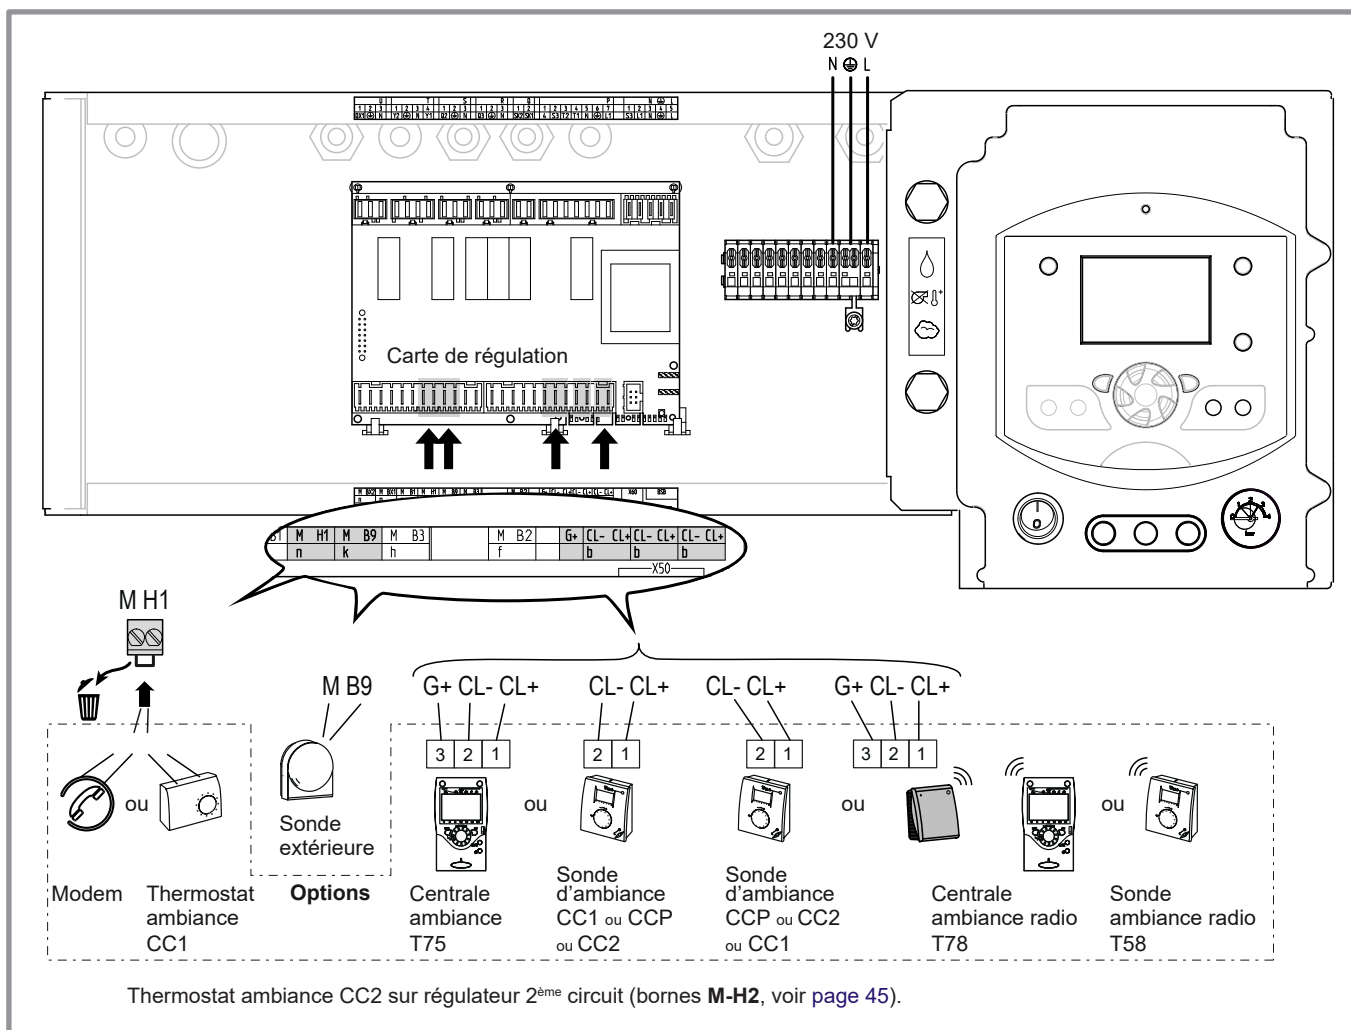

fig. 29 - Raccordements sur la carte de régulation chaudière
- Raccorder chacune des sondes sur l'une des bornes **CL+** et **CL-** de la carte de régulation de la chaudière (fig. 29) à l'aide du connecteur fourni.
- Supprimer le shunt et raccorder le (ou les) thermostat(s) sur les bornes **M-H1** (fig. 29) et/ou **M-H2** (fig. 48, page 45) et se référer à la notice du thermostat. (**Remarque** : Avec le thermostat sur CC1, le raccordement d'un modem téléphonique est impossible).
- Effectuer les raccordements suivant le schéma (fig. 29).